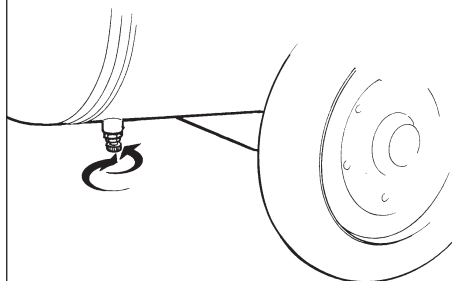

fig. 2
- controleer of de condensaatafvoerkraan onder het reservoir (*Fig. 2*) gesloten is;
■ **De druk van het reservoir en van de interne circuiten door de kraan voor de condensataafvoer ontladen voor men ingrijpt of men onderdelen van het luchtcircuit demonteert (Fig. 2). Voorzichtig losschroeven om de lucht langzaam uit te laten. Door de manometer controleren of in het luchtcircuit geen druk is.**
Na iedere werkdag het condensaat door de onder het reservoir gestelde kraan afvoeren (Fig. 2). Het wordt aangeraden, een automatische afvoergoot voor het condensaat aan te brengen, om voltooiing van de afvoer te garanderen.